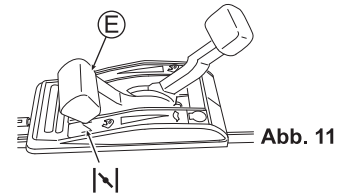

Abb. 11
3. Stellen Sie den Gashebel (E) auf Choke "I". (Siehe Abb. 11) (Wenn der Motor warm ist, kann er auch gestartet werden, indem Sie den Hebel auf "II" stellen.)